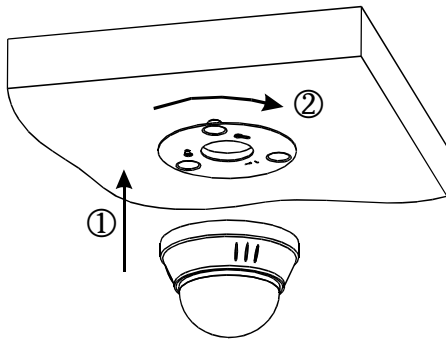

图 2.1-3
3. 把迷你球机顶盖上的三颗铆钉放入基础板的安装孔内（如①），然后顺时针旋转十五度左右即可（如②）。如图2.1-3所示